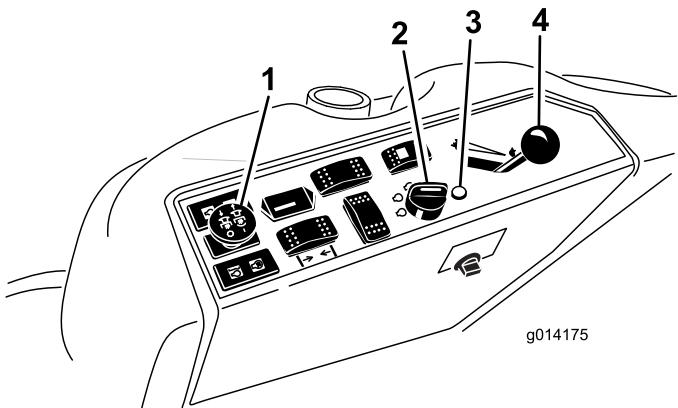

図 11
- PTO スイッチを OFF 位置とする (図 11)。
- スロットルレバーを Fast と Slow の中間にセットする (図 11)。